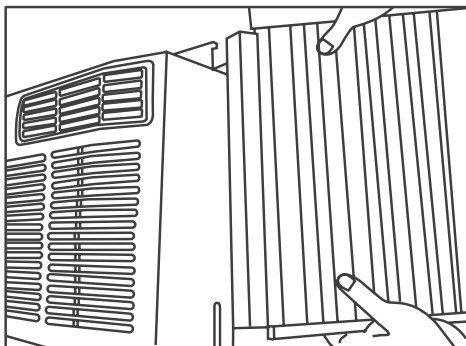

Fig.3
- Deslice el extremo libre del panel dentro del gabinete como se muestra en la Fig. 3. Deslice el panel hacia abajo. Asegúrese de dejar suficiente espacio para insertar la parte superior e inferior del marco en los rieles del gabinete.